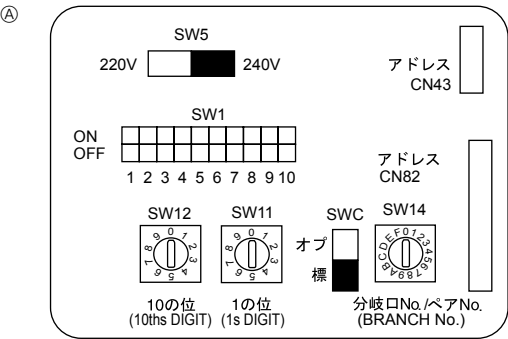

Рис. 4-4
- ① Пульт дистанционного управления “MA”
- ② Пульт дистанционного управления “M-NET”
- ③
4.5. Установка адресов (Рис. 4-4)
4.6. Определение температуры в помещении встроенным датчиком пульта дистанционного управления (Рис. 4-4)